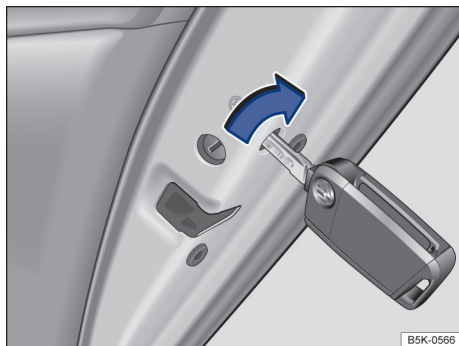

Fig. 66 Na parte dianteira da porta traseira direita: travamento de emergência, coberto por uma vedação de borracha.
- Introduza a haste da chave na ranhura e gire-a no sentido horário para o caso da porta no lado do passageiro dianteiro e da porta traseira direita; gire-a no sentido anti-horário para a porta traseira esquerda → Fig. 66.